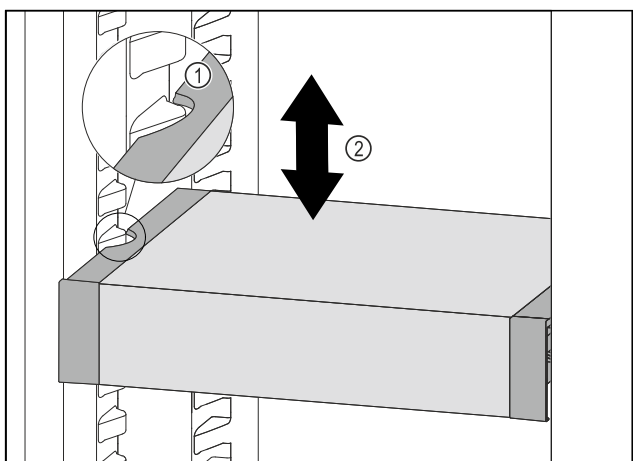

Fig. 58
- ▶ Træk VarioSafe fremefter, indtil udsparringerne i siden på VarioSafe er på niveau med beholderribben i kølesektionen. Fig. 58 (1)
- ▶ Flyt VarioSafe op eller ned i kølesektionen, indtil den ønskede højde er nået. Fig. 58 (2)